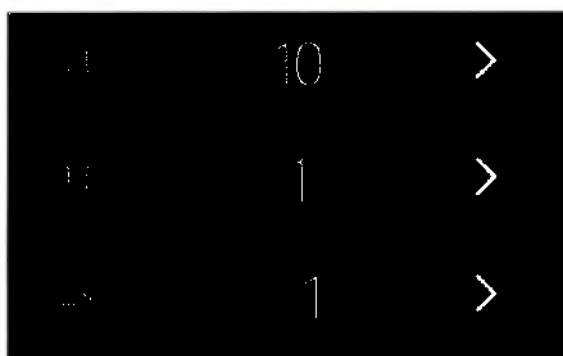

Рис. 3.41 – Настраиваемые параметры
3.7.3.4 В правой части основного меню экрана вы можете настроить следующие параметры (рис. 3.41).